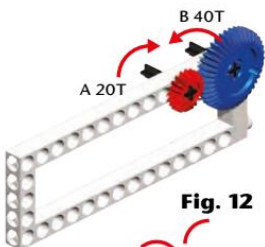

Fig. 12
1. Utilice un engranaje 20T, un engranaje 40T, y dos ejes pequeños para montar la estructura que se ve en la Fig. 12.